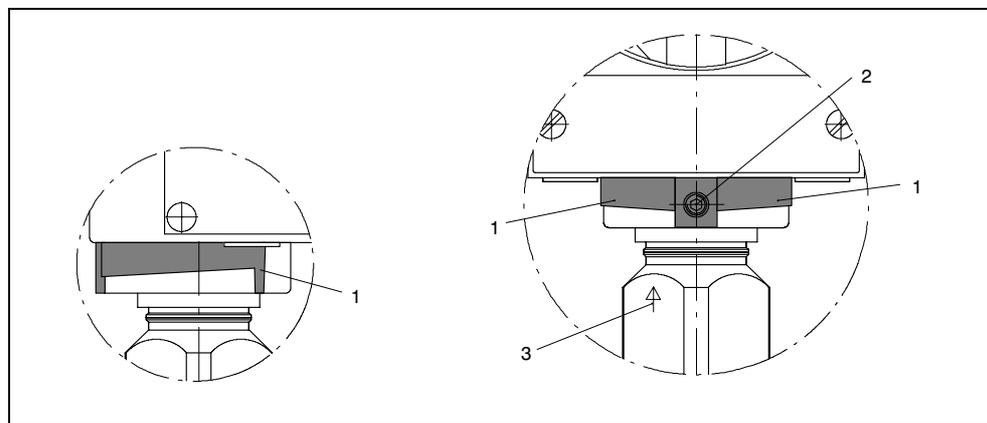

Figura 49 Zona di rotazione della cella di misurazione (in trasmettitori pre pressione e per pressione assoluta dalla serie costruttiva Pressione)
È ammissibile solamente una rotazione limitata! Il campo di rotazione (1, Figura 49, p. 90) è marcato sul piede dell'alloggiamento dell'elettronica; sul collo della cella di misurazione si trova una marca di orientamento (3) che durante la rotazione deve rimanere nella zona marcata.